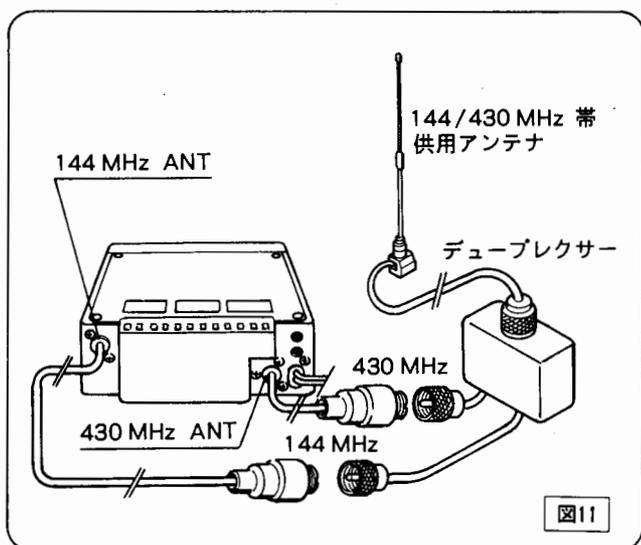

図11
② 共用アンテナに接続する場合（図11）
- ① 144MHz帯、430MHz帯共用アンテナを使用する場合は、144MHz、430MHz帯用デュプレクサーが必要になります。